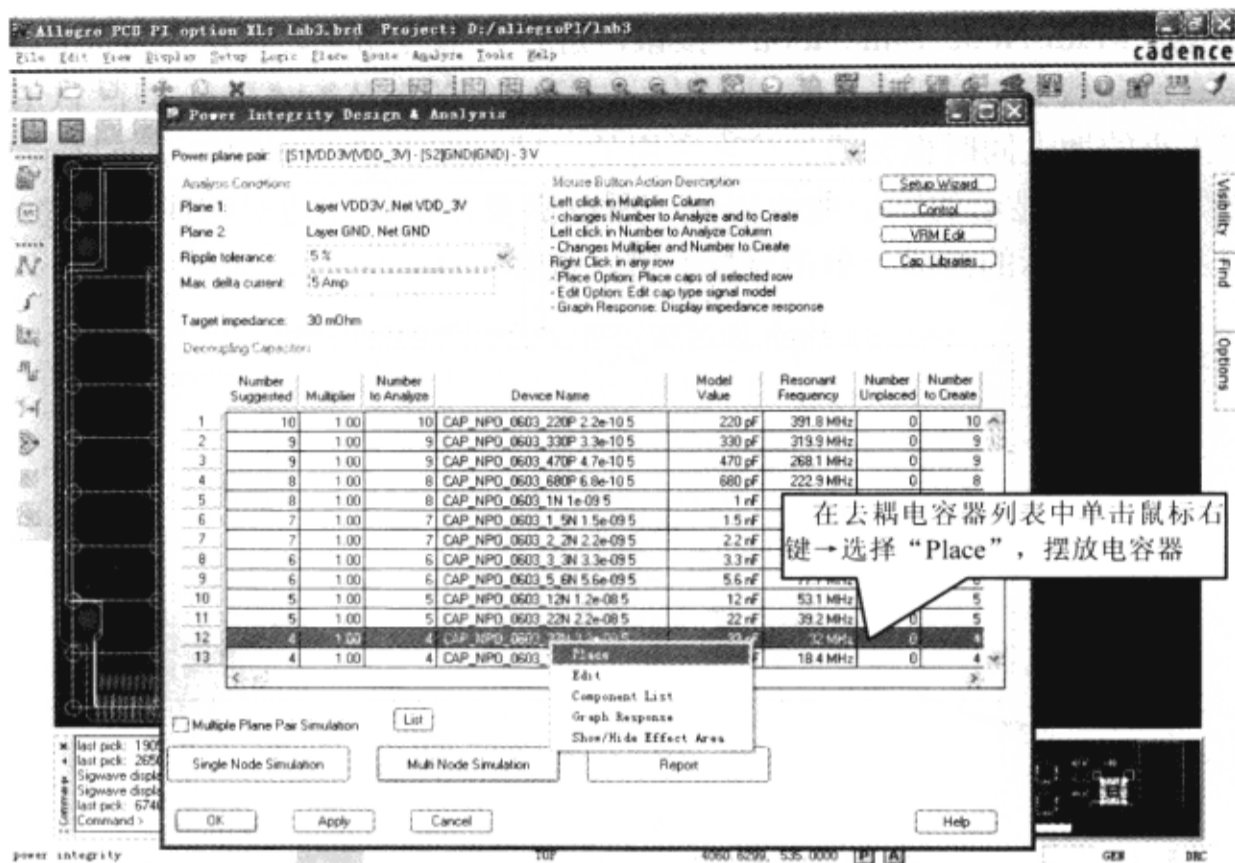

图 9-7-26 摆放去耦电容器
(1) 在去耦电容器列表的第 12 行（电容器 CAP\_NPO\_0603\_33N 所在行）单击鼠标右键，在弹出的菜单当中选择“Place”，如图 9-7-26 所示。